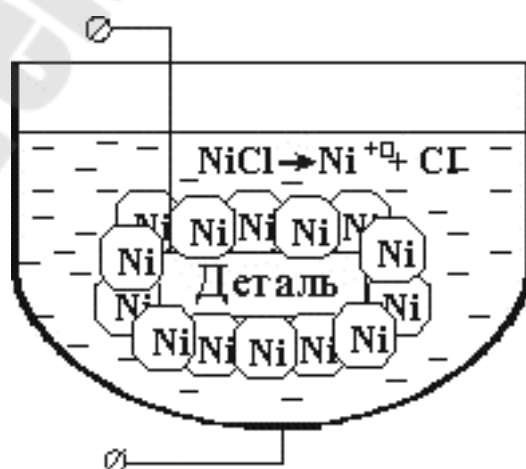

Рис. 11.4. Схема гальванического никелирования поверхности детали
*Электрохимическая (гальваническая) обработка* – нанесение на поверхность гальванических покрытий методом электролиза. Оборудование – гальваническая ванна (рис. 11.4).